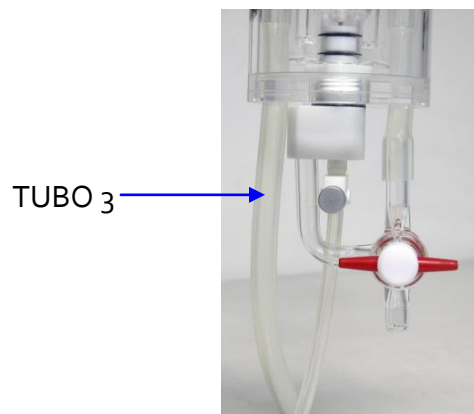
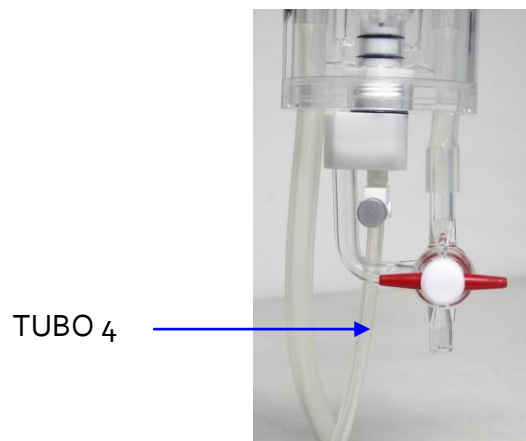
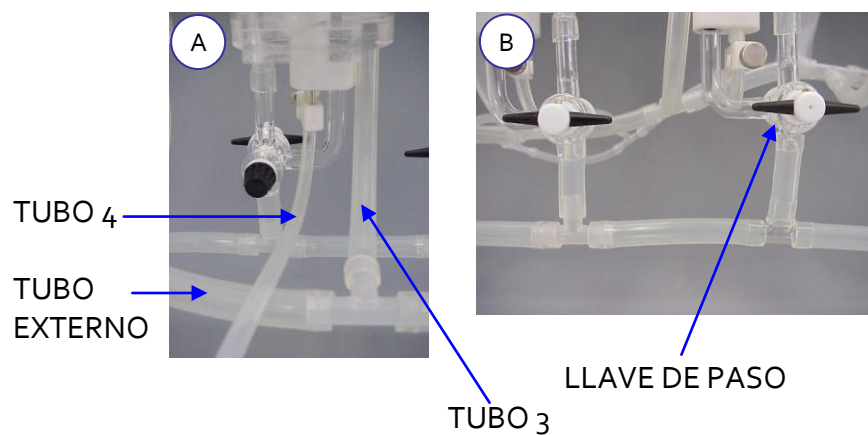

Figura 14. Entrada de solución a la Vasija.
Figura 15. Tubo de Oxigenación.
Figura 17. Conexiones necesarias para Instalación Múltiple.
- Interconectar todos los **TUBO 3** (Figura 14) a través de un tubo externo, como se muestra en la Figura 17 A.
- Interconectar todos los **TUBO 4** (Figura 15) a través de un tubo externo, como muestra la Figura 17 A.
- Por un tubo externo, interconectar todas las llaves de paso Figura 17 B.